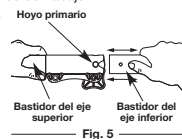

Fig. 5
- Mientras sostiene el bastidor del eje superior con firmeza, tire del accesorio de corte o accesorio en línea recta fuera del acoplador Rapid Link™ (Fig. 5).
- Mientras sostiene el accesorio con firmeza, empujelo en línea recta en el acoplador Rapid Link™ (Fig. 5).